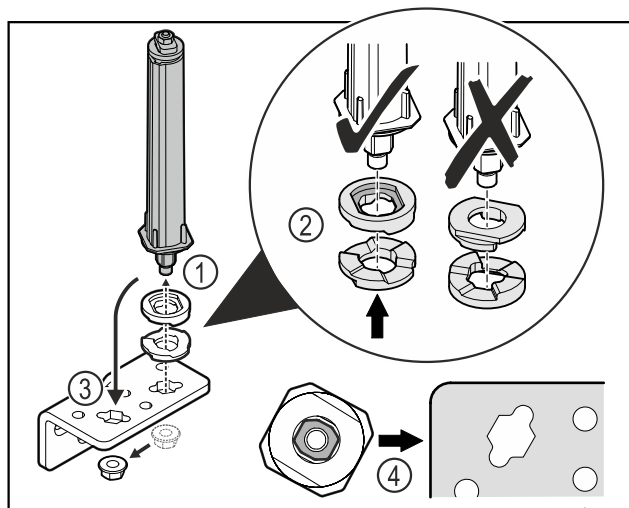

Fig. 37
- Desserrer l'écrou et retirer le système de fermeture de porte Fig. 37 (1).
- Veiller à ce que les rondelles de réglage de la hauteur soient correctement orientées Fig. 37 (2).
- Mettre le système de fermeture de la porte dans l'autre trou de l'équerre de charnière et le fixer avec l'écrou Fig. 37 (3).
- Lors de la mise en place, veiller à bien orienter le système de fermeture de porte Fig. 37 (4).